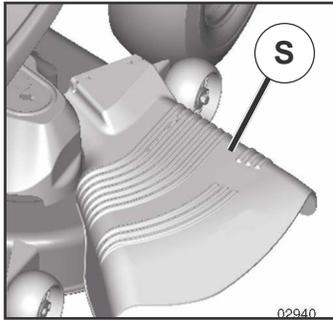

Fig. 10
CUIDADO: Não opere o cortador sem o coletor de grama completo, em cortadores assim equipado, ou com escudo defletor contra a descarga (S) no lugar (veja fig. 10).